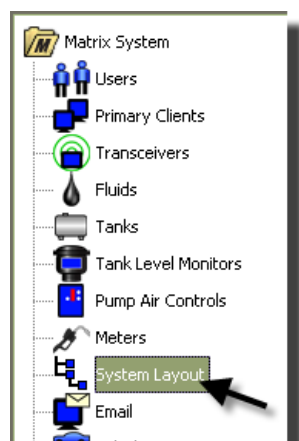

FIG. 123
1. Pour afficher l'écran principal de configuration du système, sélectionnez **"System Layout"** (Configuration du système) dans la liste du panneau du système Matrix (FIG. 123). Avant d'établir la configuration du système, vous devez d'abord ajouter les réservoirs (page 78) et les compteurs (page 91).